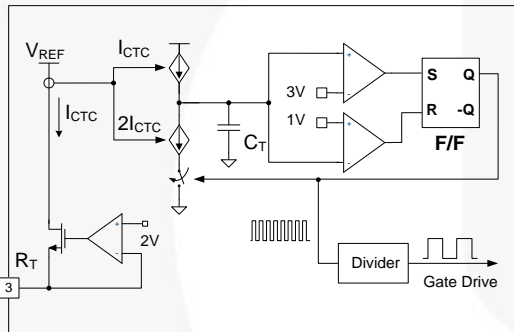

图 16. 电流控制的振荡器
2. 内部振荡器： FSFR-XS 系列采用电流控制的振荡器，如图 16 所示。在内部， R_T 引脚的电压调节在 2 V，并且振荡器电容 C_T 的充电/放电电流通过使用电流镜像复制从 R_T 引脚 (I_{CTC}) 流出的电流来获得。因此，开关频率随着 I_{CTC} 的增加而增加。